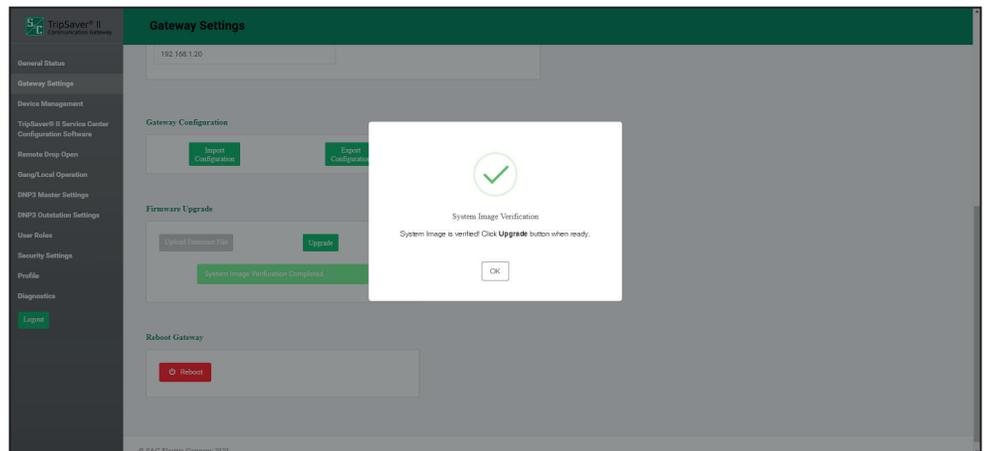

Figura 31. Un cuadro de diálogo que muestra que el proceso de verificación del firmware está completo.
PASO 6. Después que el archivo es verificado, aparecerá una notificación. Dé clic en el botón **OK** para descartar esta ventana. El botón **Upgrade (Actualización)** se convertirá en activo. Vea la Figura 31.